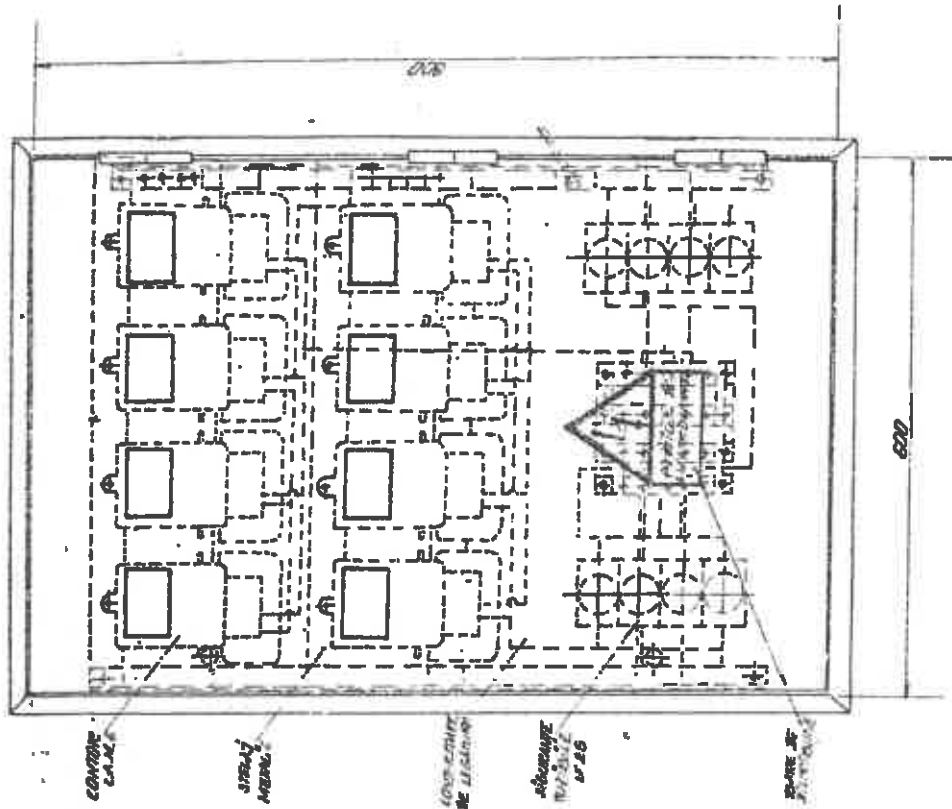

Fig.41. Tablou de distribuție și măsură tip TDM 8.
- Tablourile de distribuție și măsură cu contoare (fig.41, 42, 43, 44 și 45) se compun din: